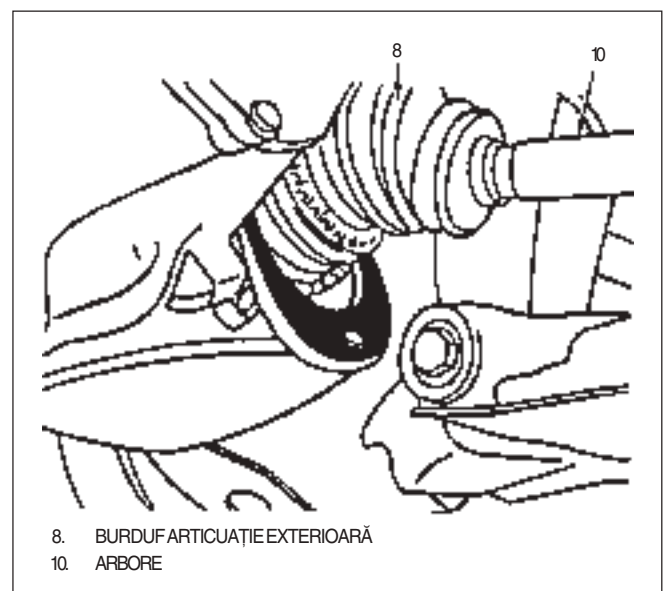

Fig. 7 Arborele de transmisie din cutia de viteze
- 1) Arborele în cutia de viteze, cu mare grijă să nu avariați burduful (fig. 7).